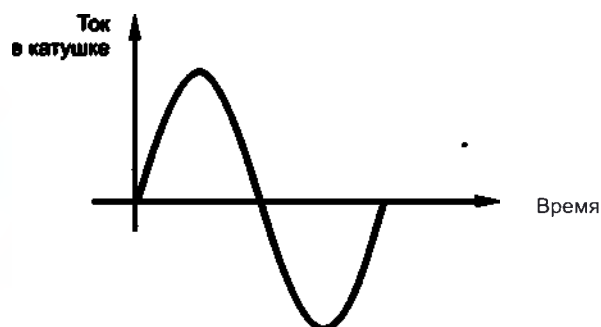

Рис. 4. Бифазный стимул.
- **Бифазный стимул** — стимул, при котором форма тока в катушке индуктора характеризуется одним периодом затухающей синусоиды (рис. 4).